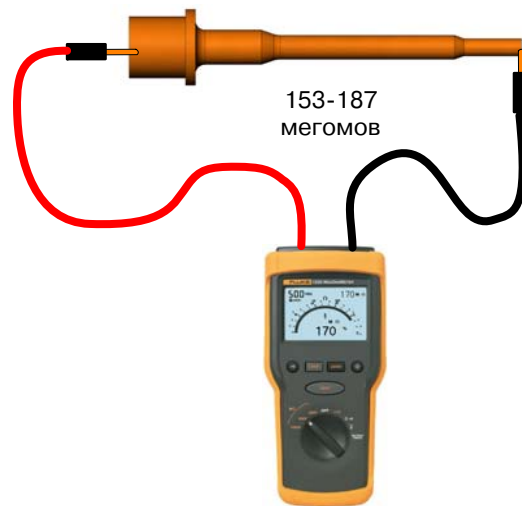

Рис. 11 Проверка сопротивления резистора
2. См. рис. 11. Подсоединить щупы мегомметра к пружине резистора и пружине электрода.